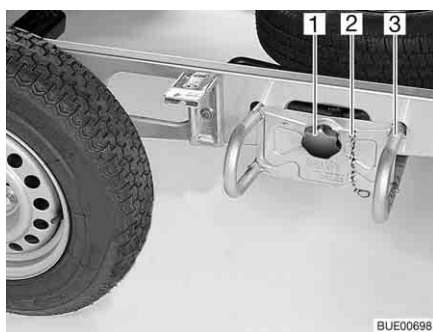

Bild 235 Reservhjulshållare
- Haka ur säkringskedjan (Bild 235,2).
- Lossa och skruva ut rattskruven (Bild 235,1).
- Dra ut reservhjulshållaren (Bild 235,3) ca 10 cm och lägg ned den på marken.